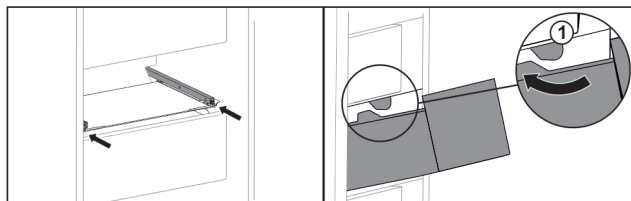

Fig. 53
- ▶ Ghidați sertarul în jurul opritorului Fig. 53 (1).